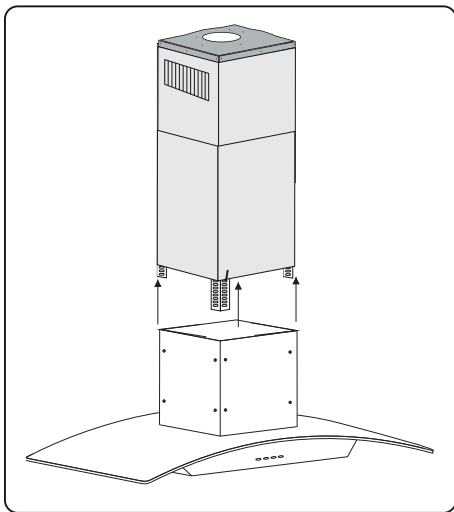

Figura 05
**6.** Por fim instale parte do motor, filtro e vidro com a ajuda de no mínimo mais uma pessoa para segurar a peça enquanto a outra fixa os parafusos. **(Figura 05)**